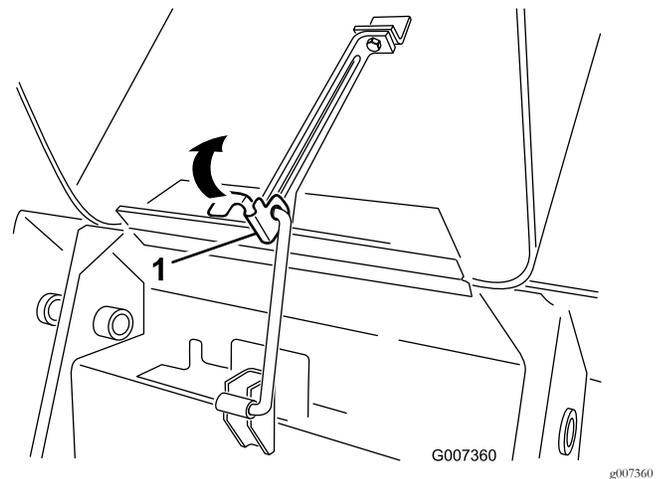

Figure 31
1. Tirez la languette de fixation de la béquille (Figure 31)